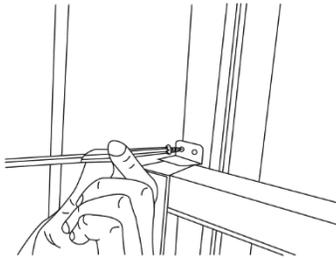

Fig.9
C. Para asegurar la guillotina inferior en su sitio, fije el cierre de la guillotina de ángulo derecho con un tornillo de 3/4" (19 mm) o 1/2" (12,7 mm) según se muestra en la Fig. 9.